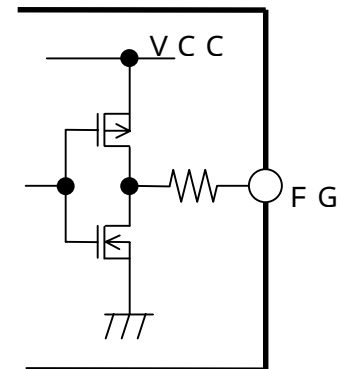

図6.FG端子の等価回路
(5) FG端子
- ・FG端子の等価回路を図6に示します。